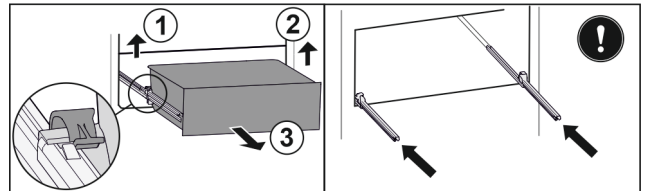

Fig. 35
- Soulever la bride de serrage gauche et tirer dans le même temps le tiroir sur la gauche vers l'avant Fig. 35 (1).
- Soulever la bride de serrage droite et tirer dans le même temps le tiroir sur la droite vers l'avant Fig. 35 (2).
- Retirer le tiroir par l'avant Fig. 35 (3).